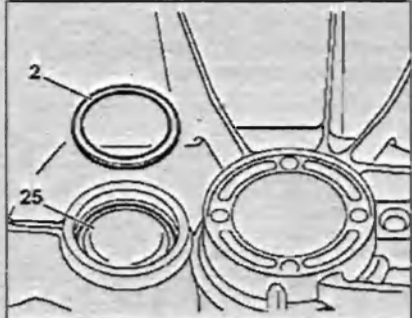

Рис. 5.47. Снимите стопорное кольцо 1. Снимите регулировочное кольцо 2. Осторожно переместите назад втулку подшипника 25, используя пробойник.
6. Снимите регулировочное кольцо 2 (рис. 5.47). Осторожно переместите назад втулку подшипника 25, используя пробойник. Вставьте выбранное регулировочное кольцо 2.